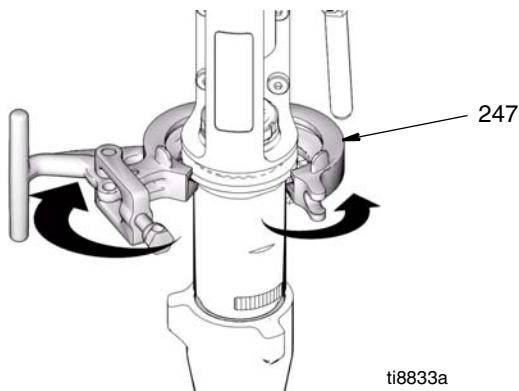

FIG. 11
7. (FIG. 11) Abra la abrazadera (247).